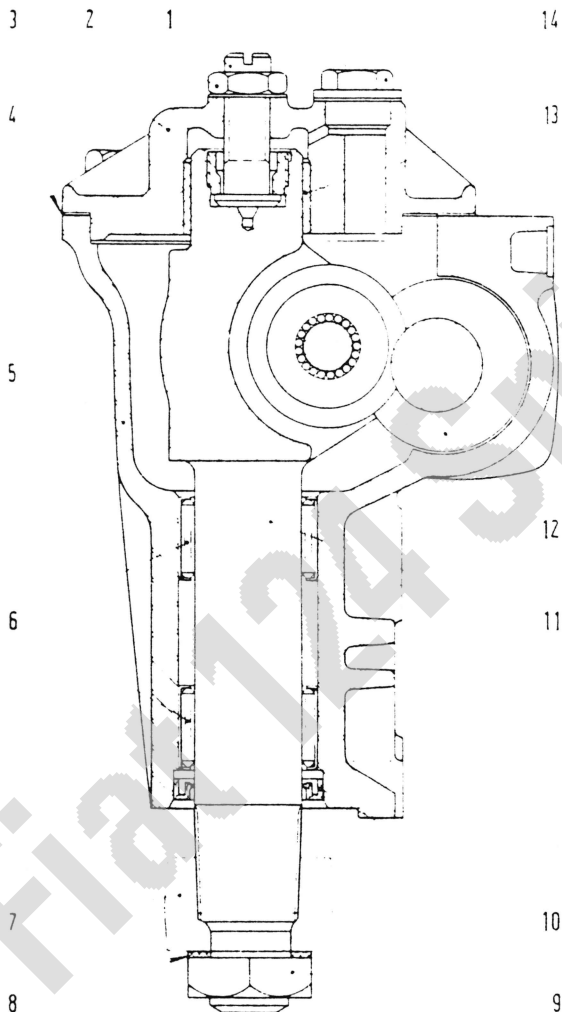
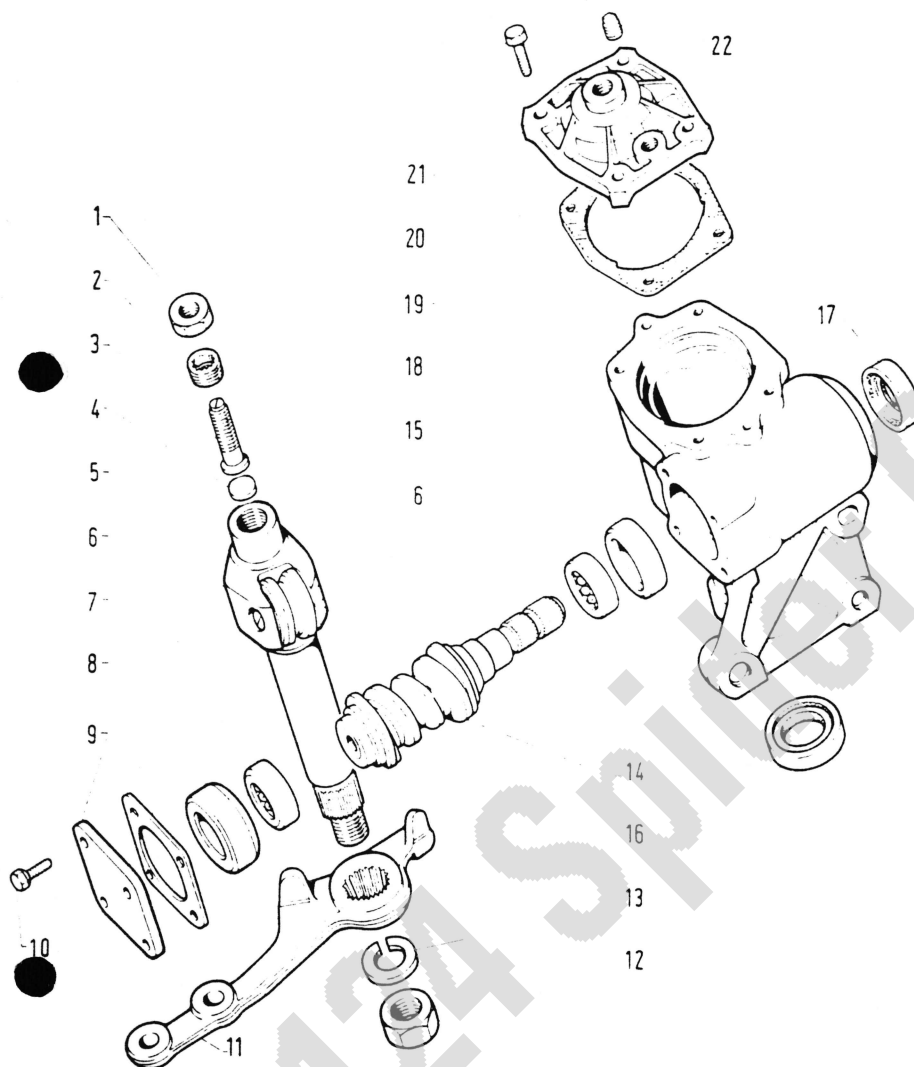

Abb. 95. - Schnitt des Lenkgetriebes, Ersatzteilbestellnummer 4167806, durch die Lenkrollenwelle.
Abb. 97. - Einzelbestandteile des Lenkgetriebes, Ersatzteilbestellnummer 4169064.
Im Werk werden abwechselungsweise zwei verschiedene Lenkgetriebe montiert, deren Bestellnummern folgende sind: 4169064 (Abb. 97) und 4167806 (Abb. 95 und 96).
Der Lenkstockhebel (7, Abb. 95) darf dabei nicht von der Rollenwelle (11) abmontiert sein.
- Die drehbare Unterlage wird mit dem Lenkgetriebe so gedreht, dass die Schnecke (12) und die darüber befindliche Schneckenrollenwelle (11) sich in waagerechter Stellung befinden.
- mit dem Schraubenzieher hält man die Stellschraube fest und löst gleichzeitig mit dem Schlüssel die Kontermutter (2, Abb. 95);